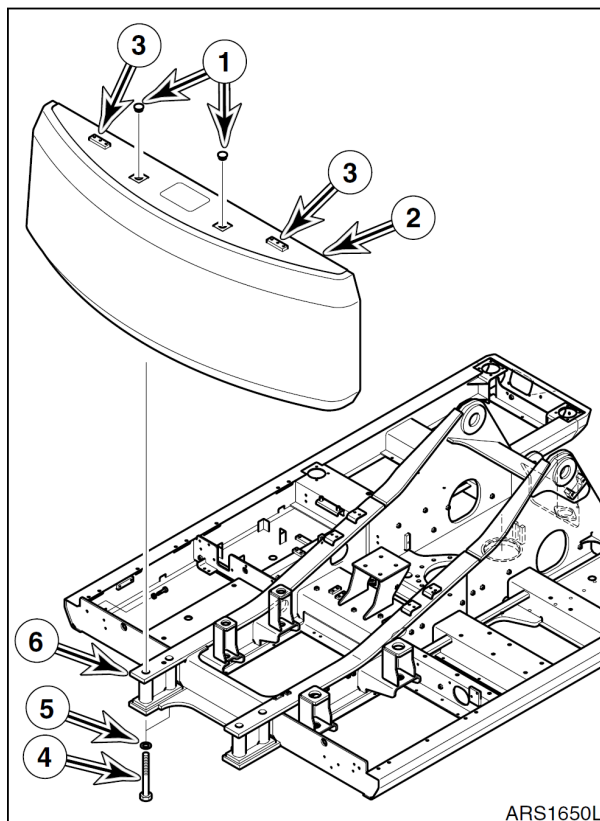

Рис. 4
12. Вынуть две заглушки (1, рис. 4) из противовеса (2).
13. Установить две проушины в подъемных отверстиях (3, рис. 4).
14. При помощи крана достаточной грузоподъемности слегка приподнять противовес (2, рис. 4) перед снятием четырех болтов (4). Прекратить подъем краном, когда такелажные стропы окажутся туго натянутыми.
15. Снять четыре болта (2, рис. 4) и шайбы (3) с противовеса (2).
16. После снятия болтов (4, рис. 4) и шайб (5) поднять противовес (2) на небольшую высоту от несущей конструкции (6) и прекратить подъем. Проверить стропы и убедиться в равномерности поддержки противовеса.